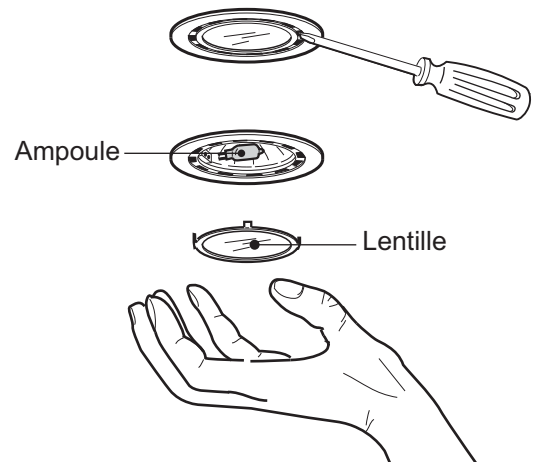

Figure 28 : Remplacement des ampoules halogènes
1. À l'aide de la lame d'un tournevis plat ou d'un outil équivalent, détachez les lentilles de protection en faisant levier, comme illustré sur la Figure 28.